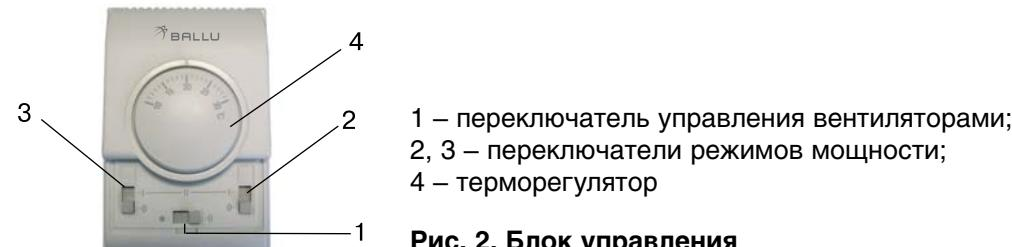

Рис. 2. Блок управления
2. Завеса состоит из корпуса 1 (см. рис. 1), изготовленного из листовой стали, покрытой высококачественным полимерным покрытием. Внутри корпуса расположены два вентиляторных блока с трубчатыми оребренными электронагревателями. Вентиляторы всасывают воздух через переднюю перфорированную стенку корпуса 2, поток воздуха, проходя через электронагреватели, нагревается и выбрасывается через решетки 3 в виде узкой направленной струи. Управление завесой осуществляется с выносного блока управления (см. рис. 2).
3. Электрическая схема завесы приведена на рис.2 Приложения.
- 5.4. Подключение к электросети осуществляется через автоматический выключатель в соответствии с «Правилами эксплуатации электроустановок». Для этого необходимо снять крышку на верхней стенке корпуса, завести силовой кабель и подключить его к клеммной колодке в соответствии с рис. 4 Приложения (см. также электрическую схему рис. 2 Приложения). Система управления имеет внутреннюю заводскую коммутацию. Автоматический выключатель и сечение подводимого кабеля должны соответствовать табл. 3.
5.6. Выносной пульт управления подключен на заводе-изготовителе (электрическую схему пульта управления см. на рис. 2 Приложения).
6.1. Перед включением завесы переключатели пульта управления должны находиться в положении 0 (см. рис. 2)